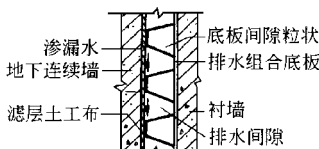

图 2 排水组合剖面示意
(1) 防水机理 排水组合是采用抗高冲击力及抗高压的聚苯乙烯制成底板,底板外侧粘贴滤层土工织物。底板用料状规则间隙排列成疏松孔状,形成多方向的排水通道,减缓地下室外围结构的静水压力,将地下室外围结构的渗漏水有组织地排至集水位置。滤层土工织物用来确保排水通道不会因外来物而阻塞(见图 2)。
(2) 材料特点 ①多方向的排水特性,适合各类排水系统设计;②长久抗高压强度使在各种设施需求下能承受极大的土压;③使挡土墙背的静水压力消失;④能抵抗长期高压不会产生变形,用于取代以往昂贵的级配石料排水,安装简便,占位小,且不易堵塞。